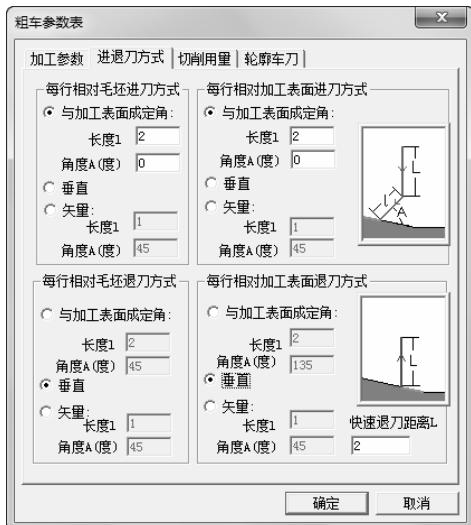

图 6-118 端面粗车进退刀方式参数设定
2) 单击“进退刀方式”选项卡，如图 6-118 所示。设置具体参数如下：每行相对毛坯进刀方式：与加工表面成定角，长度 1：2，角度 A：0；每行相对加工表面进刀方式：与加工表面成定角，1：2，角度 A：0；每行相对毛坯退刀方式：垂直；每行相对加工表面退刀方式：垂直；快速退刀距离 L：2。